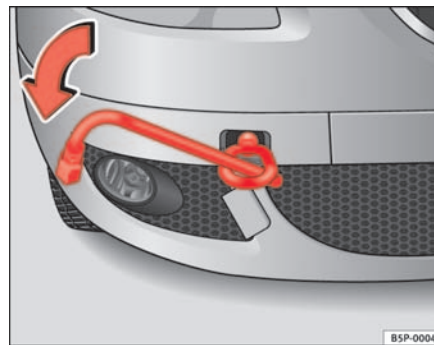
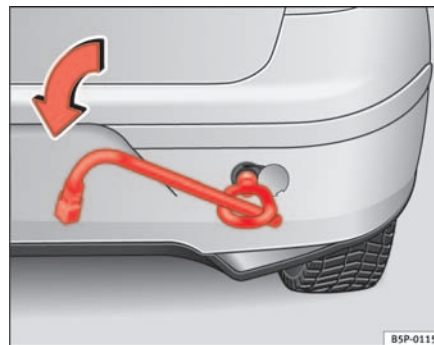

Abb. 194 Frontpartie rechts: Einschrauben der vorderen Abschleppöse
Abb. 195 Einschrauben der Abschleppöse hinten
- Schrauben Sie die Abschleppöse in Pfeilrichtung *links* herum bis zum Anschlag vorne ⇒ Seite 260, Abb. 194 oder hinten ⇒ Seite 260, Abb. 195 in die Gewindebohrung ein.